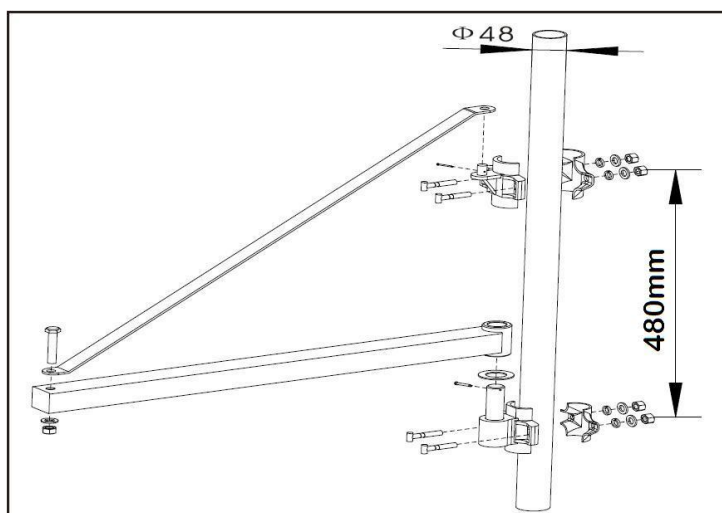

Fig.2
3) Pour une installation correcte sur le mât, veuillez suivre les instructions comme illustrées sur la figure 2.